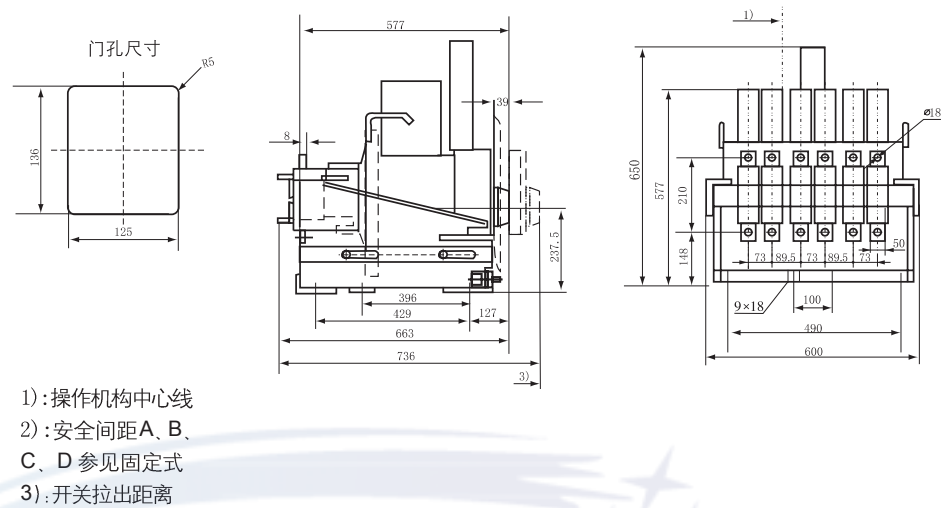

图 6 DW17-2000 ~ 2500 抽屉式断路器外形及安装尺寸
6、DW17-2000 ~ 2500 抽屉式断路器外形及安装尺寸见图 6